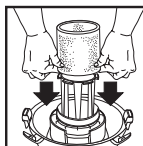

FIGURA 22
37. Con la tapa del depósito en posición invertida, deslice la manga de hule-espuma hacia abajo sobre el alojamiento de la tapa jalando hasta que la manga cubra completamente el alojamiento de la tapa. **FIGURA 22.**